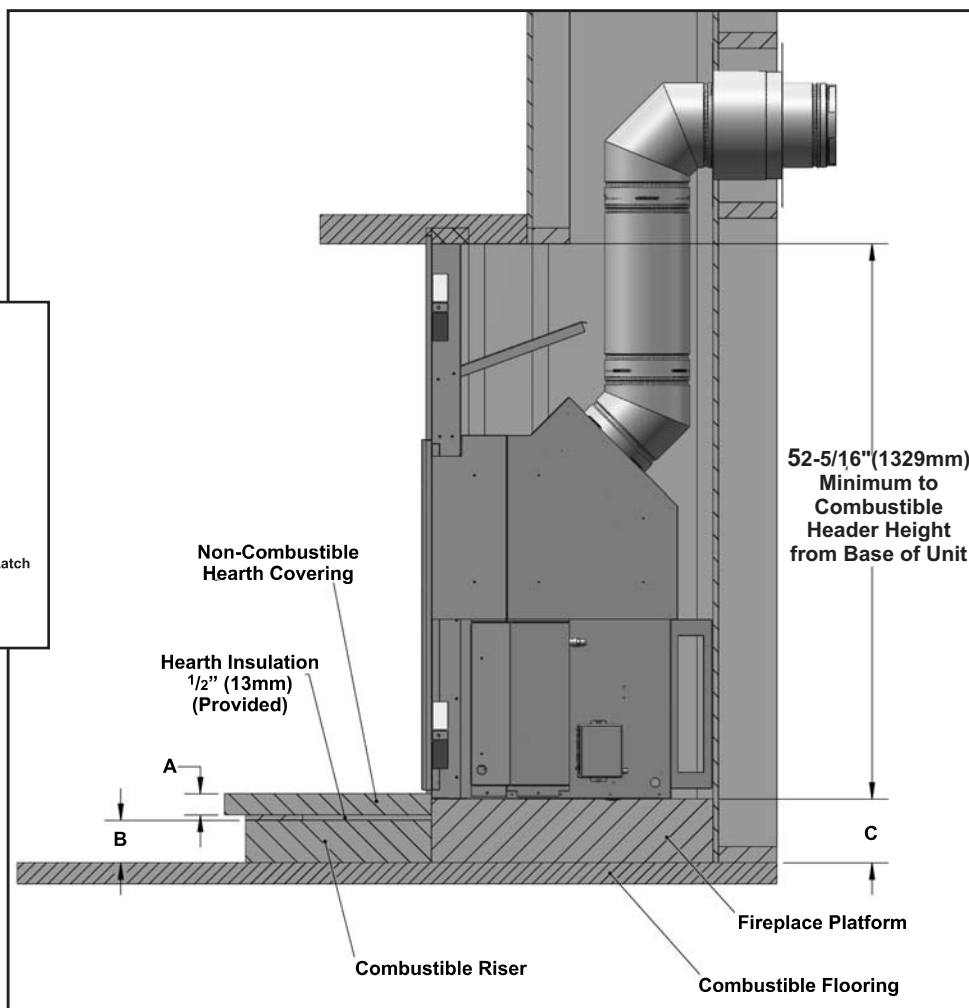

Figure 14. Armature typique pour foyer surélevé — Détaillée.
La figure 14 montre un foyer surélevé, fait d'une élévation construite en bois (B), couvert par le panneau fourni et puis couvert par une ardoise non combustible (A). L'épaisseur de la surélévation (B) est de 4" (102mm). L'épaisseur de l'ardoise (A) est de 2" (52mm). $A+B=C$, qui donne 6" (152mm). En résumé, le foyer doit être surélevé par la même épaisseur de tout matériel ajouté en avant du foyer, avec l'exception du panneau d'isolation de foyer de 1/2" (13mm), qui est fourni avec l'unité.